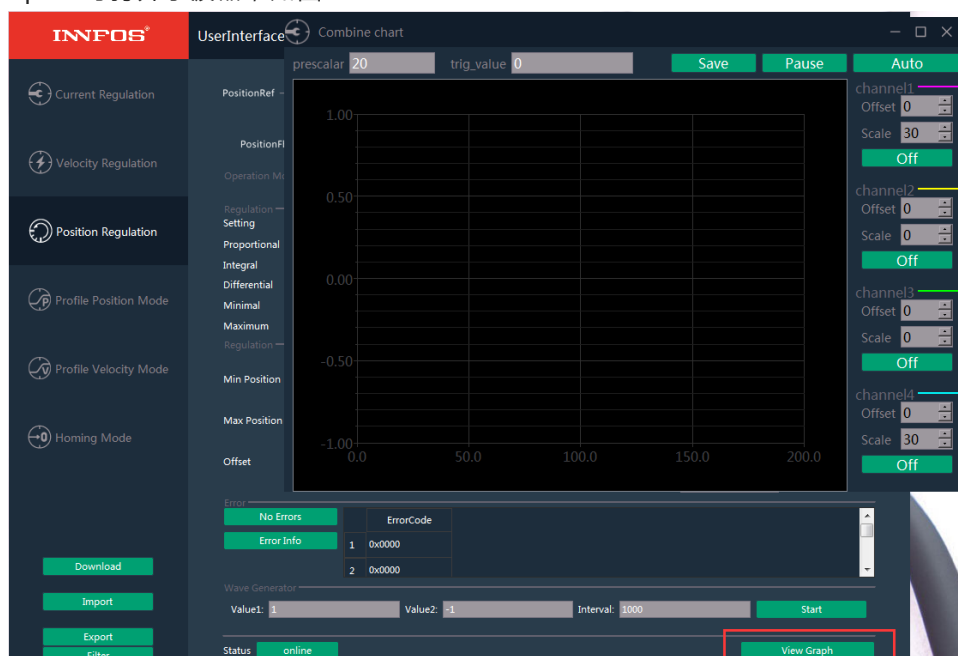

图 35
3. 点击 “View Graph” 可打开示波器，如图 35